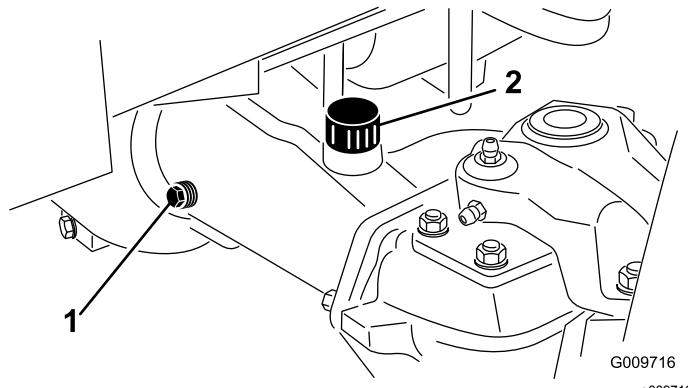

Figura 45
2. Retire o tampão de verificação que se encontra numa das extremidades do eixo (Figura 45) e certifique-se de que existe lubrificante até ao fundo do orifício. Se o nível estiver baixo, retire o tampão de enchimento (Figura 45) e adicione lubrificante suficiente para o nível de lubrificante subir até ao fundo do orifício do tampão de verificação.